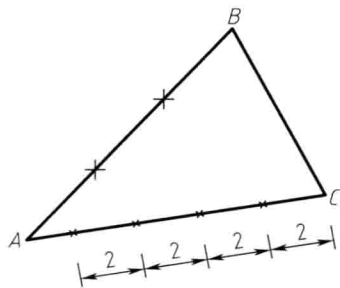

图 1-1-10 定距 2 等分线段 AC
绘制定距等分点（见图 1-1-10）：在指定的图形对象上按指定的长度绘制点，若选择“块 (B)”选项则在等分点处插入块。